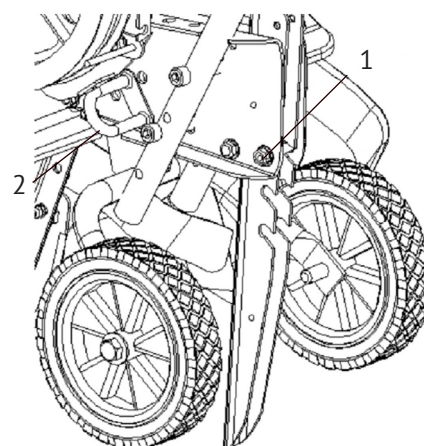

рис. 2
#### 3.1 Сборка колёс - рис.2:
- зафиксировать его в выбранном положении (имеет 3 фиксированных положения) болтами ( рис.2 поз.1);
На рис.2 показано положение опорного кронштейна с колёсами при транспортировке культиватора. В режиме вспашки необходимо вынуть рычаг фиксации (рис.2 поз.2), поднять кронштейн с колёсами и вставить рычаг фиксации в одно из 3-х отверстий (в зависимости от глубины вспашки).
- установить опорный кронштейн колёс в положение для транспортировки рис.2;